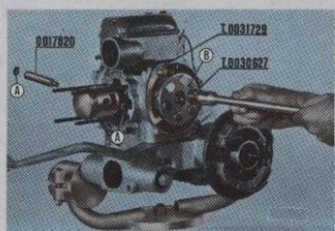

Fig. 29
**Fig. 29. Bulón del pistón y grupo embrague:** Con los alicates especiales T. 0017104 sacar de su propio alojamiento los anillos elásticos «A» de retención bulón; con el puntero 0017820 quitar el bulón. Desatornillar los tres tornillos y quitar la tapa embrague, bloquear el grupo embrague «B» con el gancho T. 0031729 (para sujetar el gancho emplear uno de los tres tornillos montándolo en el agujero cerca de la lumbrera de admisión). Con la punta de un destornillador desenganchar el muelle de retención platillo, extraer el platillo, enderezar la arandela freno, aplicar la llave T. 0030627 y quitar el anillo roscado del bloque que permite desmontar el grupo embrague «B».